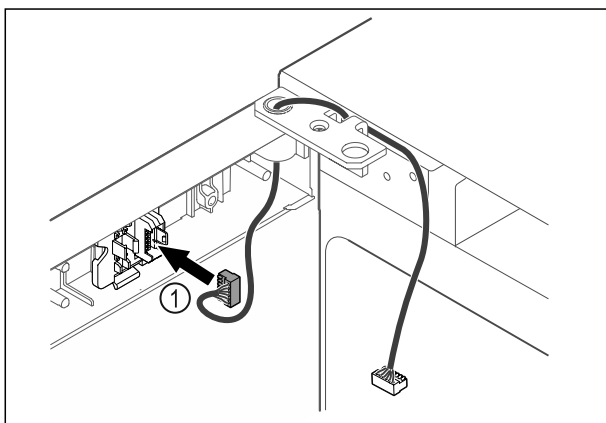

Fig. 47
- Insérer le connecteur Fig. 47 (1) dans le support.